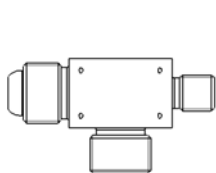

图 9-13 “对齐视图.slddrw”文件
- 01 打开素材库中的“第 9 章/9-2 对齐视图.slddrw”文件，如图 9-13 所示。